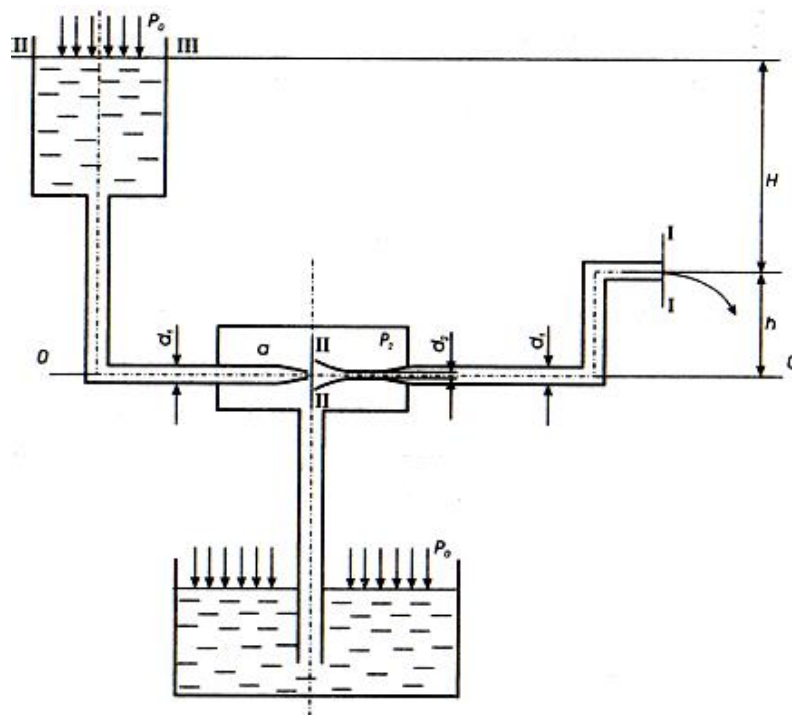

Рис. 13
23. Водоструйный насос работает под напором водяного столба высотой $H = 3 \text{ м}$ (рис. 13). Определить, с каким расходом он работает и какой вакуум создаётся при этом в камере a , если $h = 1 \text{ м}$; $d_1 = 10 \text{ см}$; $d_2 = 7 \text{ см}$; $p_0 = 10^5 \text{ Па}$ – атмосферное давление. Гидравлические потери во всей системе водоструйного насоса не учитывать.